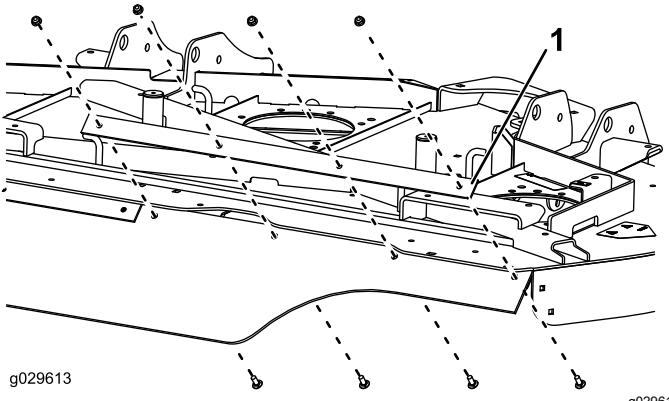

Figure 11
- Fixez légèrement une barrette de support et l'extrémité droite (carrée) du déflecteur sur la chambre droite à l'aide de 4 boulons de carrosserie (5/16 x 7/8 po) et 4 écrous (5/16 po), comme montré à la Figure 11.